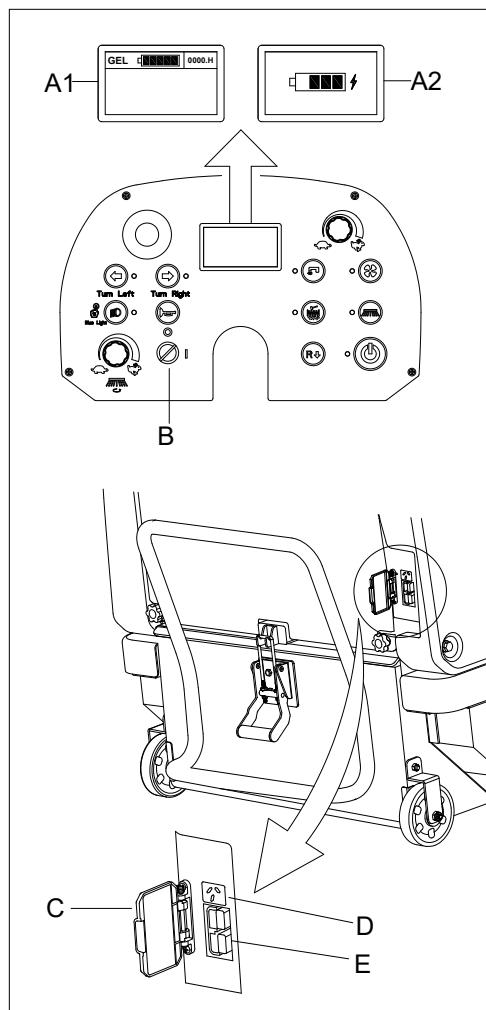

Figura 18
2. Rotiți cheia de contact (B, Figura 18) la poziția „O”.
4. Deschideți capacul de protecție (A, Figura 18). Conectați conectorul încărcătorului extern la conectorul mașinii (E, Figura 18). Când încărcătorul extern este conectat la mașină, toate funcțiile mașinii sunt decuplate automat.
8. Inșerați cheia de contact (B, Figura 18) și rotiți-o la poziția „I”. Verificați nivelul bateriei pe afișajul multifuncțional (A1, Figura 18).
9. Deschideți capacul de protecție (A, Figura 18). Conectați cablul de alimentare la ștecherul încărcătorului de bord (D, Figura 18) al mașinii, apoi conectați celălalt capăt al cablului de alimentare la priza de perete.
10. Starea de încărcare poate fi verificată pe afișajul multifuncțional (A2, Figura 18).
13. Inșerați cheia de contact (B, Figura 18) și rotiți-o la poziția „I”. Verificați nivelul bateriei pe afișajul multifuncțional (A1, Figura 18).